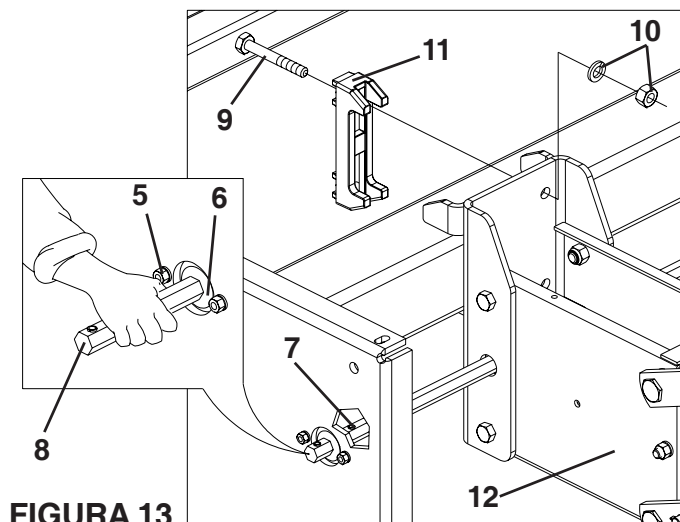

FIGURA 13
- 3 - Desaperte as porcas (5) do mancal (6), solte o pino de trava (7) puxe o eixo sextavado (8) para fora do chassi da semeadora. (FIGURA 13)
- 4 - Solte os parafusos (9), porcas e arruelas (10) da abraçadeira (11), retirando a linha (12). (FIGURA 13)